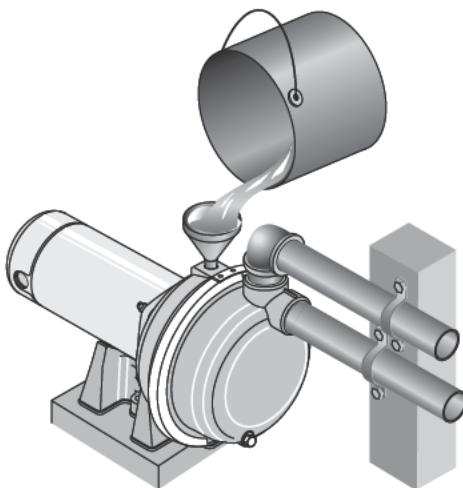

Figura 5 - Llene la bomba antes de comenzar
- Paso 3. Llene la bomba y el tubo de succión con agua (figura 5).